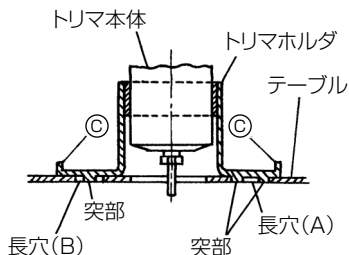
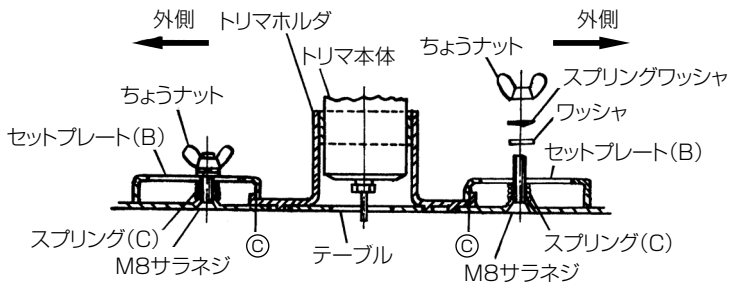
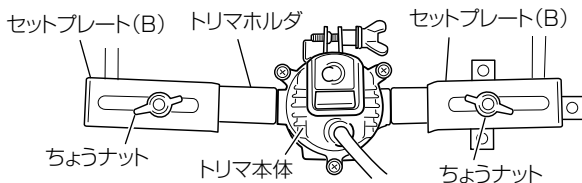

図 20
図 21
図 22
- (4) トリマホルダの左・右の突部がテーブルの長穴 (A)、長穴 (B) に入るようにします。(図 20)
- (5) M8 サラネジにスプリング (C)、セットプレート (B)、ワッシャ、スプリングワッシャ、ちょうナットの順に取付けます。(図 21)
- (6) 図 20 のトリマホルダの © 面に当たるまでセットプレート (B) を外側へ寄せ、この状態でちょうナットを十分に締付け、トリマ本体をテーブルに確実に固定します。(図 21、図 22)